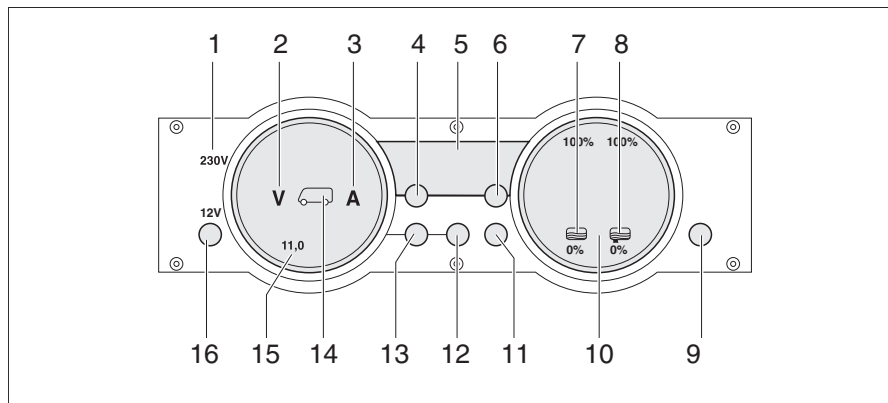

Bild 250 Panel MP 20-S
230 V-kontrollampan (Bild 250,1) lyser när nätspänningen ligger på el-blockets ingång.
Med huvudbrytaren 12 V (Bild 250,16) kopplas panelen och bodelens 12 V-försörjning till eller från.
- Tryck kort på knappen "12 V" (Bild 250,16). 12 V-försörjningen för bodelen är påslagen. Kontrolllampan "12 V" lyser.
- ▷ Efter aktivering av försörjningen: om lysdioden "11,0" för voltindikeringen samt symbolen volt "V" (Bild 250,2) på indikeringsinstrumentet för batterierna (Bild 250,15) blinkar är bodelsbatteriets spänning för låg. Ladda batteriet.
- ▷ Efter aktivering av försörjningen: om kontrolllampan "12 V", symbolen bodelsbatteri (Bild 250,14) och symbolen volt "V" (Bild 250,2) blinkar tre gånger är batterifrånkopplingen aktiverad. Avaktivera batterifrånkopplingen.
- Tryck kort på knappen "12 V" (Bild 250,16). 12 V-försörjningen för bodelen är avstängd. Kontrolllampan "12 V" slocknar.
- Tryck på knappen bodelsbatteri (Bild 250,12) och håll den intryckt i ca 10 sekunder. Symbolerna volt "V" (Bild 250,2) och ampere "A" (Bild 250,3) blinkar tre gånger. Bodelsbatteriet är frånkopplat från 12 V-nätet.
- Tryck på knappen "12 V" (Bild 250,16) och håll den intryckt i ca 5 sekunder. Symbolen volt "V" (Bild 250,2) blinkar tre gånger. Bodelsbatteriet är anslutet till 12 V-nätet. Kontrolllampan tänds efter ca 2 sekunder.
- Tryck på knappen Bodelsbatteri "🔋" (Bild 250,12). Symbolen volt "V" (Bild 250,2) lyser. Symbolen ampere "A" är vit eller röd beroende på laddning eller urladdning. Batterispänningen och strömmen för bodelsbatteriet visas via lysdioderna på indikeringsinstrumentet.
- Tryck på knappen Startbatteri "🔋" (Bild 250,13). Symbolen volt "V" (Bild 250,2) lyser. Startbatteriets spänning visas via lysdioderna på indikeringsinstrumentet.
- Tryck på knappen Tankar (Bild 250,11). Symbolerna vattentank (Bild 250,7) och avloppstank (Bild 250,8) lyser. Nivån i vattentanken (vänster skala) och i avloppstanken (höger skala) visas via lysdioderna på indikeringsinstrumentet.
Symbolen volt "V" (Bild 250,2) och lysdioden "11,0" blinkar när batteriets spänning sjunker under 11 V (mätning under pågående drift) och det finns risk för en djupurladdning.
Symbolen vattentank  (Bild 250,7) eller symbolen avloppstank  (Bild 250,8) blinkar när vattentanken är tom eller när avloppstanken är full.
Via den digitala indikeringen (Bild 250,5) kan innetemperaturen och utetemperaturen avläsas.